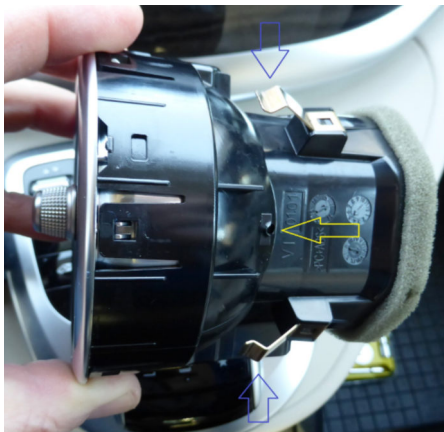

Abbildung 5: Befestigungen der Lüftungsdüsen
- Die zwei äußeren Lüftungsdüsen L und R (gelbe Pfeile in Abb. 4) mit einem Ausziehhaken herausziehen. Sie haben mittig außen links und rechts kleine Löcher. In diese muss der Ausziehhaken eingesetzt werden (gelber Pfeil in Abb.5, nirgends anders
ansetzen). Die Düsen werden nur von 4 Clips (blaue Pfeile in Abb. 5) gehalten.